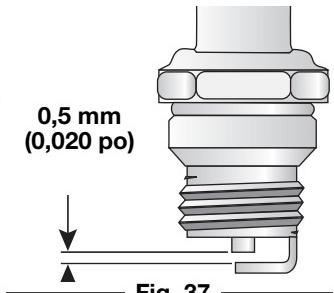

Fig. 37
3. Cambie las bujías que estén rajadas, sucias o deterioradas. Fije la separación de aire a **0,5 mm (0,020 pulgadas)** utilizando un calibrador (Fig. 37).